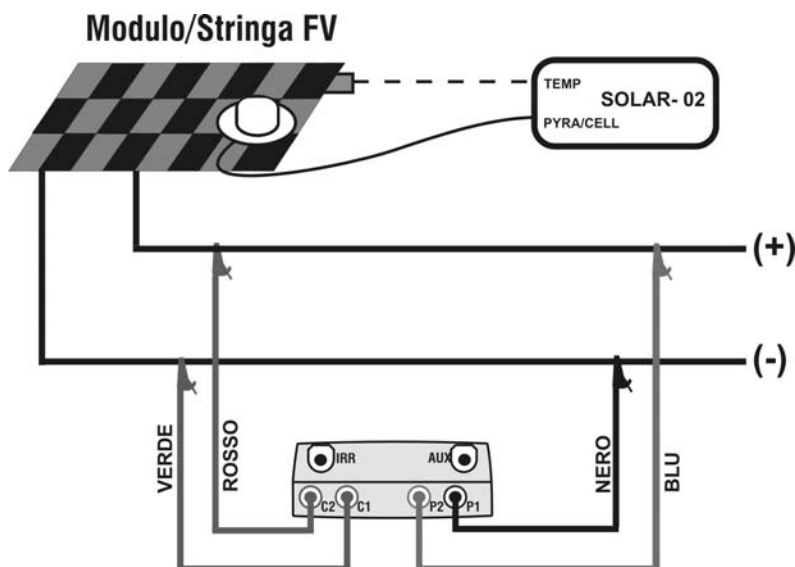

Fig. 9: Collegamento dello strumento al modulo/stringa FV
21. Collegare lo strumento al modulo/stringa in prova come mostrato nella seguente Fig. 9. In particolare collegare il polo Negativo in uscita dal modulo/stringa ai terminali P1, C1 e il polo Positivo in uscita dal modulo/stringa ai terminali P2, C2. In modalità di attivazione misura "**Auto**" è raccomandato l'uso dell'accessorio opzionale KITKELVIN